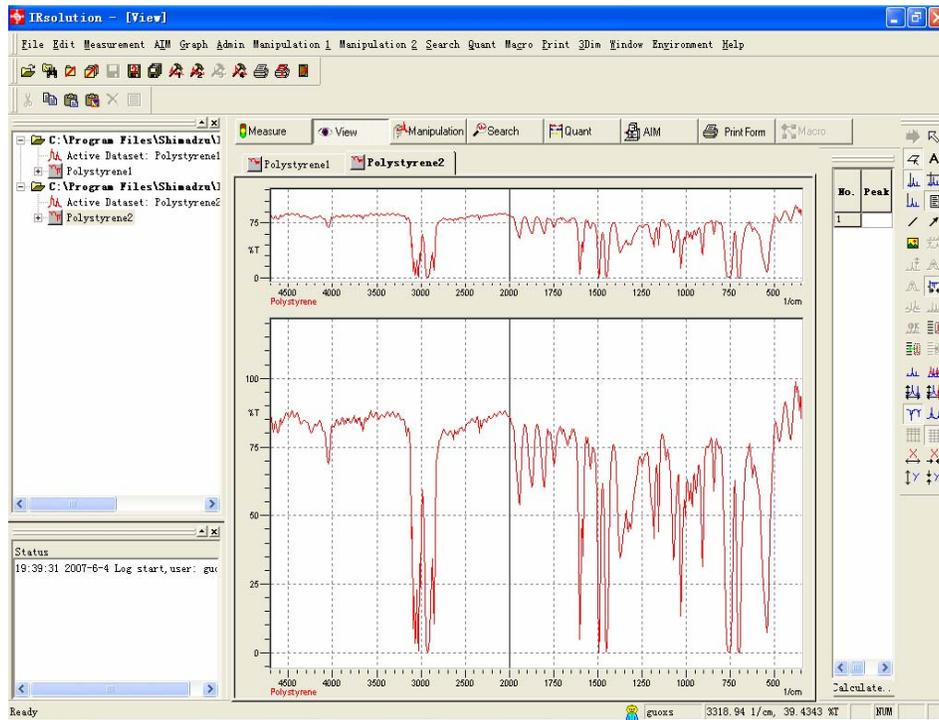

图7 样品的图谱
2. 样品扫描：首先把样品放入样品室，点击Sample进行样品测试，测试完成后可以获得样品的图谱。图7。点击Stop按钮可以停止扫描。